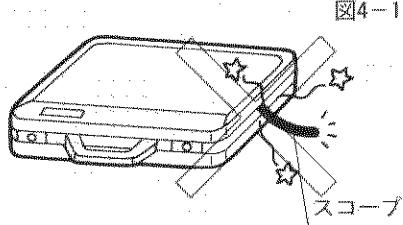

図4-1
- ① キャリングケースの“OLYMPUS”的ロゴが上向きになるように寝かせて、フタを開けてください。
- ② 軟性部の最も湾曲部に近い部分を指でつかみ溝から取り出します。
- ③ 軟性部をつかんで伸ばしながら、挿入部の全体を溝から取り出します。
- ④ ライトガイドケーブル、操作部の順に溝から取り出します。
- ⑤ 接眼部、コネクター部のそれぞれのキャップを取りはずします。
- ★キャリングケースの上ふたで挿入部をはさまないように注意してください。(図4-1)